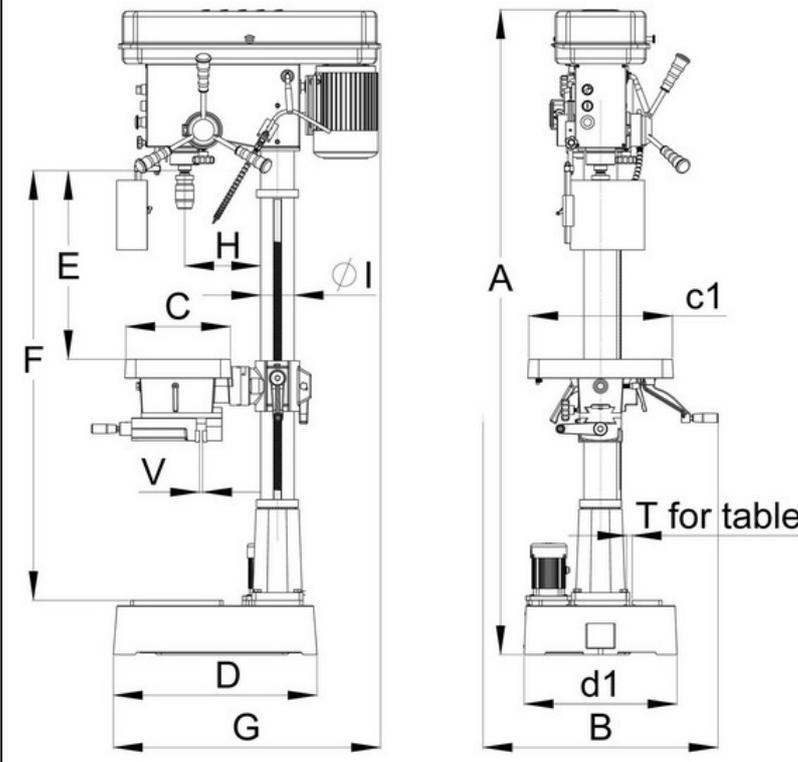

Figure 25
4. Mettez des gants en cuir épais pour protéger vos mains d'éventuelles lacérations si le ressort se déroule lors de l'étape suivante (**Figure 25**).